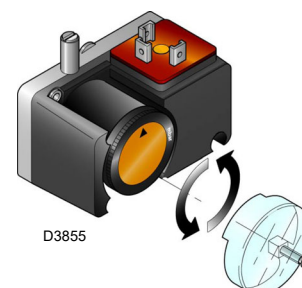

Abb. 29
- Stellen Sie den Gas-Mindestdruckwächter (Abb. 29 auf Seite 27) auf den Skalenanfangswert ein.
Den Gas-Minimaldruckwächter (Abb. 29) nach erfolgter Einstellung des Brenners, der Gasventile und des Stabilisators der Gasarmatur einstellen.